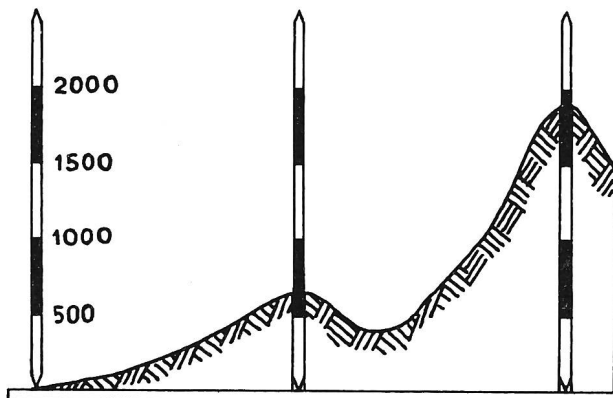

Abbildung 1
1. Man bezeichnet auf dem Modell den Ort, wo zum Beispiel «Ebene» stehen soll, sucht das betreffende Kärtchen und steckt es ein (Beispiel siehe Abbildung 1).
Nun stecken wir der Reihe nach bei allen auf dem Modell bezeichneten Punkten (1 bis 6) die Stricknadel ein und lesen die *Höhen über Meer* ab (Abb. 1).